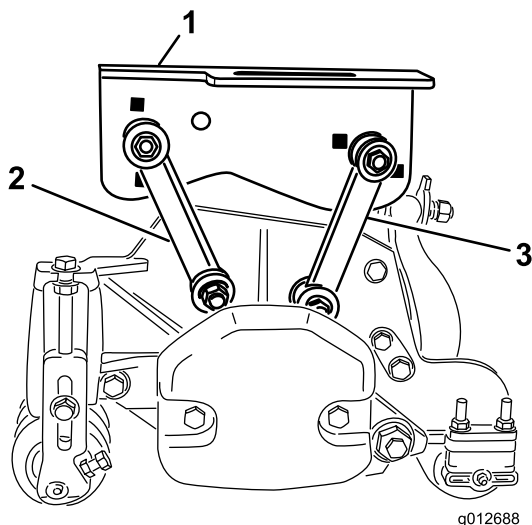

図 17
- 前取り付けリンクを中央のキャリアフレームに固定する ボルト $\frac{3}{8}$ x 2 $\frac{1}{4}$ " 1本、平ワッシャ2枚、ロックナット1個を使用して図 17のように取り付ける。取り付ける時にリンクの両側にワッシャを入れる。締め具を 42N·m8.3kg.m = 31ft-lbにトルク締めする。
- 後取り付けリンクを中央のキャリアフレームに固定する ボルト $\frac{3}{8}$ x 2 $\frac{1}{4}$ " 1本、平ワッシャ2枚、ロックナット1個を使用して図 17のように取り付ける。取り付ける時にリンクの両側にワッシャを入れる。締め具を 42N·m8.3kg.m = 31ft-lbにトルク締めする。